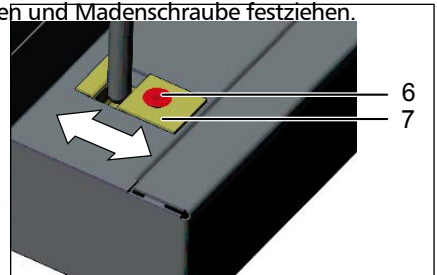

Abb. 39 Schließblech nachstellen
1. Madenschraube (5) lösen (ruckartig, da sie mit Sicherungslack gesichert ist).
2. Durch Drehen des Exzenters (3) mit einem Schraubendreher die Tür nachstellen.
Das Schließblech (Abb. 39) kann nach Lösen der Schraube (6) ebenfalls in Pfeilrichtung nachgestellt werden:
1. Schraube (6) lösen.
2. Schließblech (7) in Pfeilrichtung verschieben.